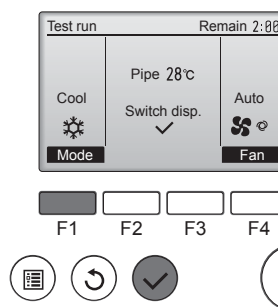

Fig. 7-6
- ① Appuyez sur le bouton **[F1]** pour changer de mode de fonctionnement dans l'ordre "Cool" (Froid) et "Heat" (Chaud). (Fig. 7-6)